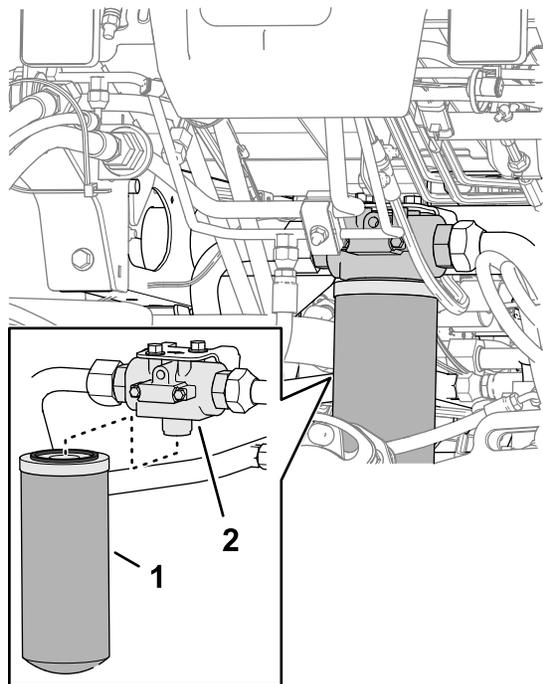

Рисунок 114
2. В передней части машины поставьте сливной поддон под фильтр линии возврата (Рисунок 114).